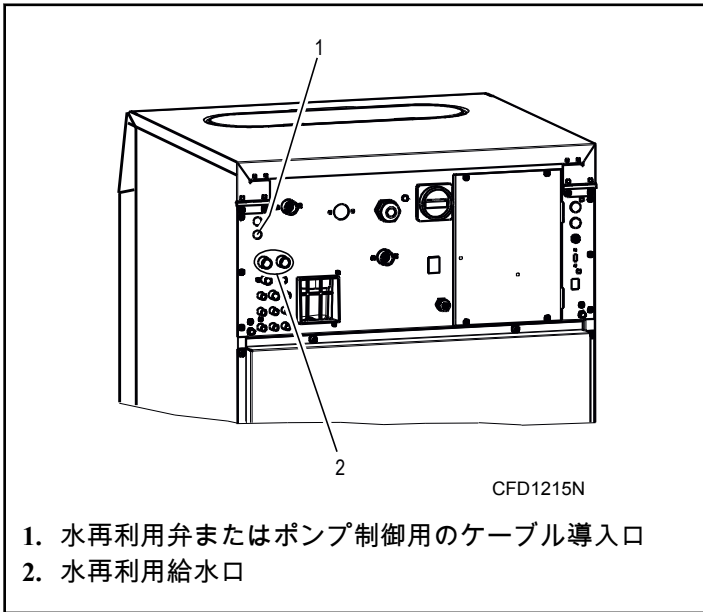

図 22
- 直径 15 ミリメートル [0.59 インチ] のドリルビットを使用して水再利用入口の保護スクリーンをドリルします。図 22 を参照してください。
- ケーブルブッシングを開口部に取り付け、ケーブルを引っ張りブッシングに通します。図 22 を参照してください。